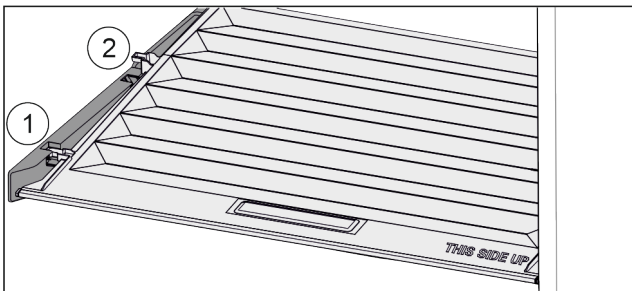

Fig. 107
- ▶ Tirer le couvercle vers l'avant jusqu'à dans l'orifice des pièces de retenue Fig. 107 (1).
- ▶ Le soulever par le bas à l'arrière et le sortir par le haut Fig. 107 (2).